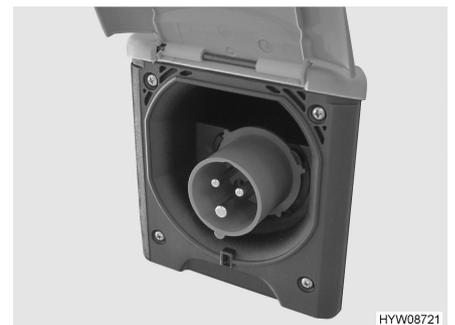

Bild 48 230-V-Anschluss am Fahrzeug
- Abdeckung des 230-V-Anschlusses am Fahrzeug öffnen (Bild 48) und Steckkupplung einstecken. Darauf achten, dass die Rastnase des federgespannten Klappdeckels eingerastet ist.